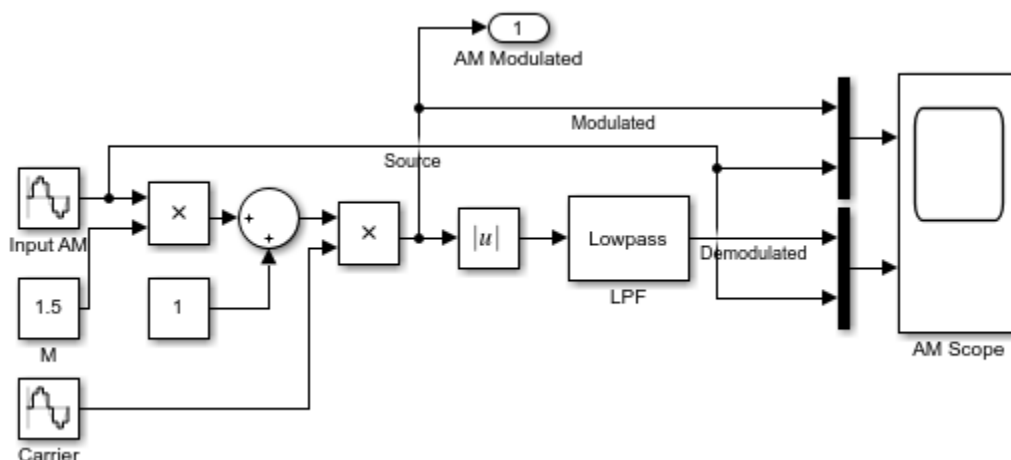

Рис. 1: Схема моделирования амплитудной модуляции
- 2.1. Создать следующую схему двухсторонней амплитудной модуляции (сохранить модель с именем файла lab\_modulation\_am.slx), согласно рис. 1, используя следующие блоки:
2.2. Подписать (текст под каждым компонентом) блоки модели, проводники (сигналы) согласно рис. 1.